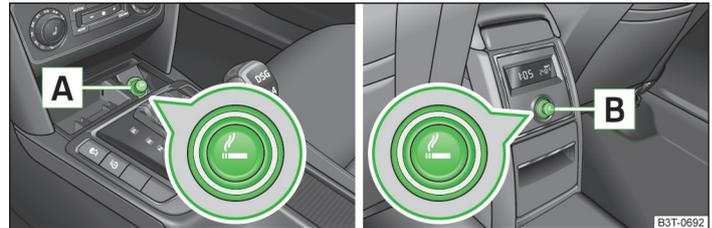
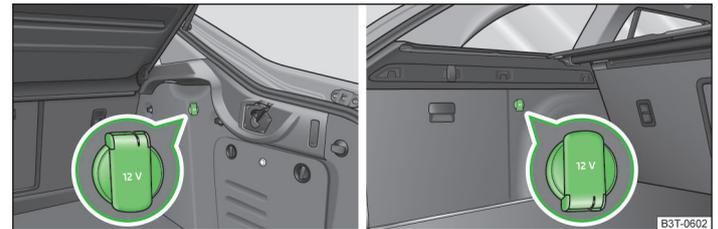

Abb. 67 Mittelkonsole: Zigarettenanzünder vorn / Zigarettenanzünder hinten
Abb. 69 Gepäckraum: Steckdose Superb / Superb Combi
- Den Anzünderknopf  bzw.  » Abb. 67 drücken.
In der Mittelkonsole vorn **A** » Abb. 67 auf Seite 80.
In der Mittelkonsole hinten **B** » Abb. 67 auf Seite 80.
Im Gepäckraum » Abb. 69.
- » Abb. 67 auf Seite 80 oder die Abdeckung der Steckdose öffnen » Abb. 69.